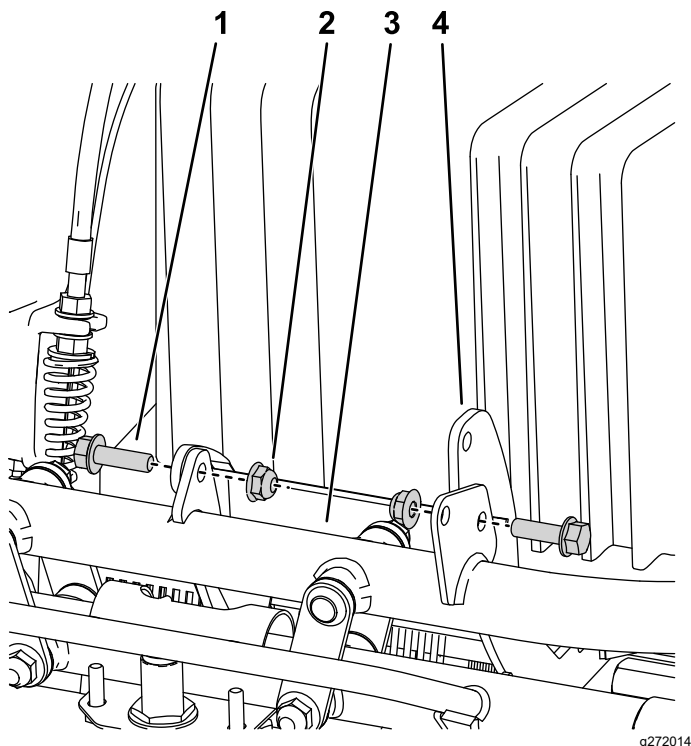

Figura 4
4. Îndepărtați cele 2 uruburi și piulițe care fixează suportul bateriei în partea din față a mainii și scoateți suportul și bateria (Figura 4).